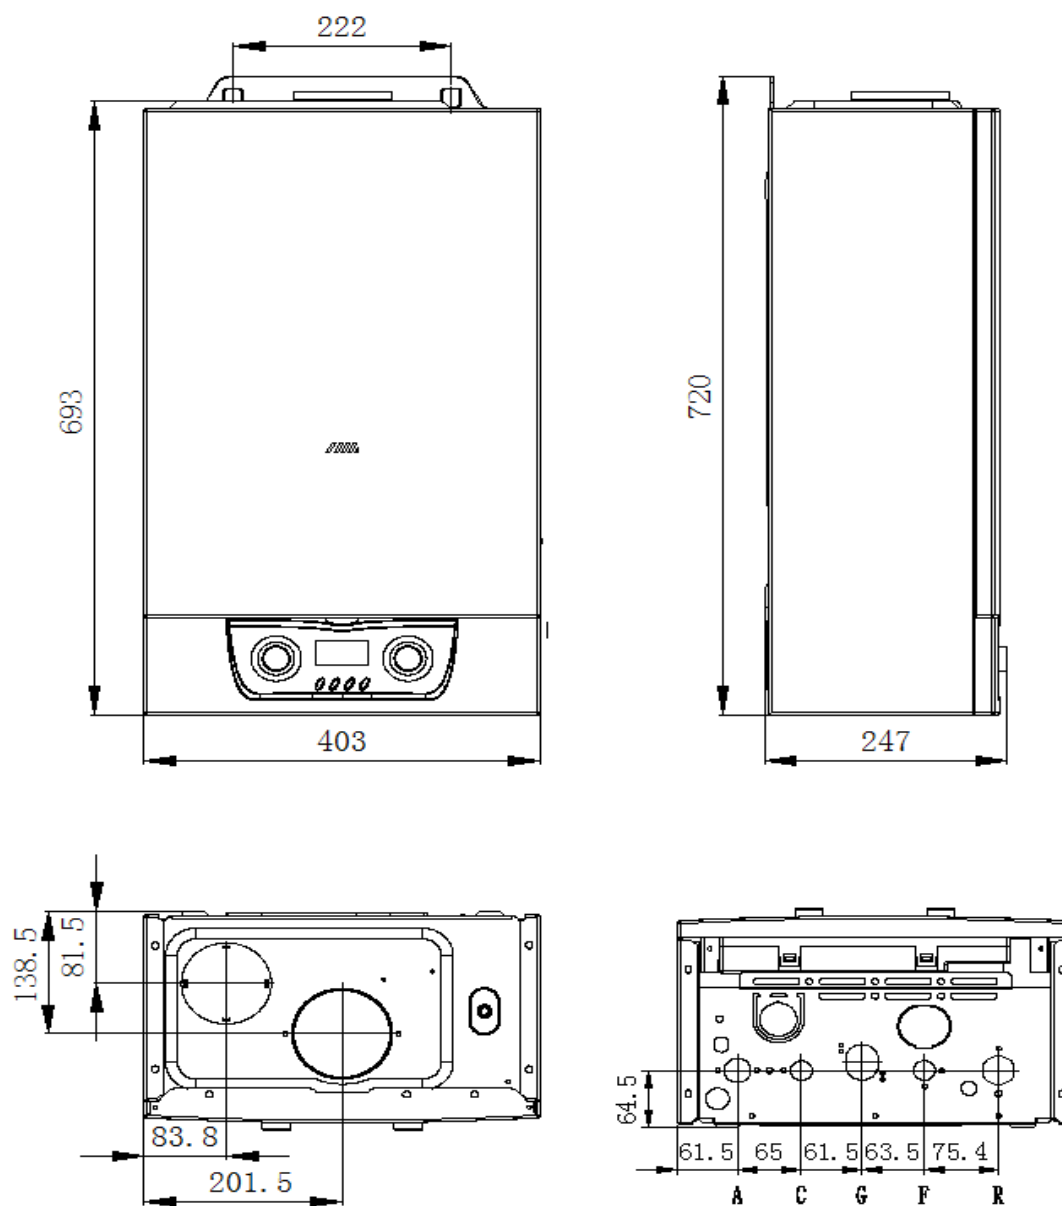

Рис. 1
3.5 Габариты и присоединительные размеры котла (Рис. 1, Табл.2)